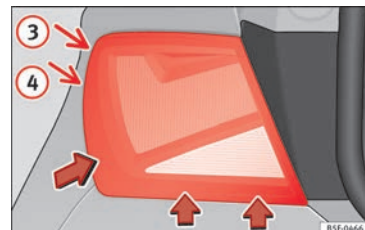

Fig. 218 Desmontar a unidade de luz traseira na lateral.
- Desloque o farolim no sentido das setas até que saia do encaixe (posições **③** e **④**) » **Fig. 218**.